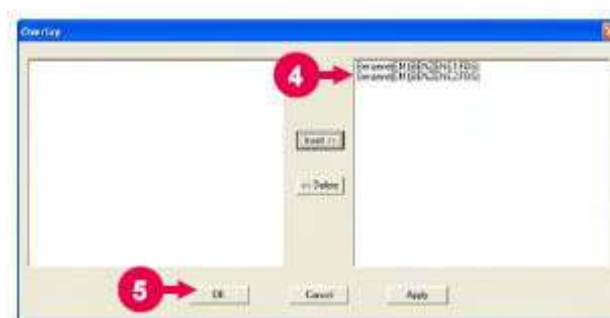

Рис. 7-21
- (6) Имя выборки будет добавлено, смотрите рис. 7-21. (Смотрите (4) на рис. 7-21).
(7) Нажмите кнопку «ОК». (Смотрите (5) на рис. 7-21).